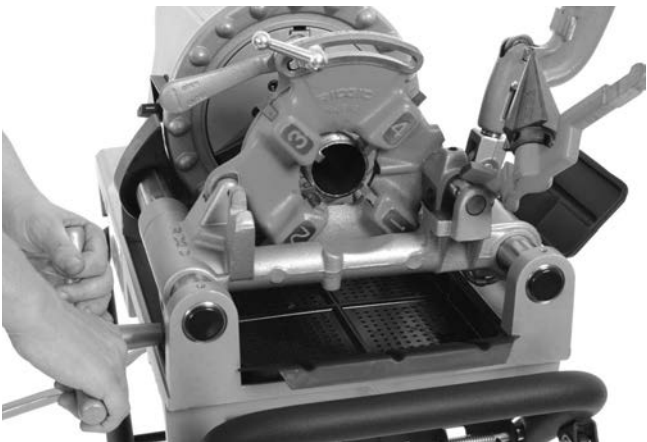

Рис. 24 – Нарезание резьбы на трубе (показана быстрооткрывающаяся резьбонарезная головка модели 811-А)
7. Вращайте ручной маховичок каретки, чтобы придвинуть резьбонарезную головку к торцу трубы (Рис. 24). Вращайте маховичок с небольшим усилием, чтобы завести резьбонарезную головку на трубу. Как только резьбонарезная головка начнет нарезать резьбу на трубе, больше не требуется прикладывать усилие для вращения ручного маховичка каретки.